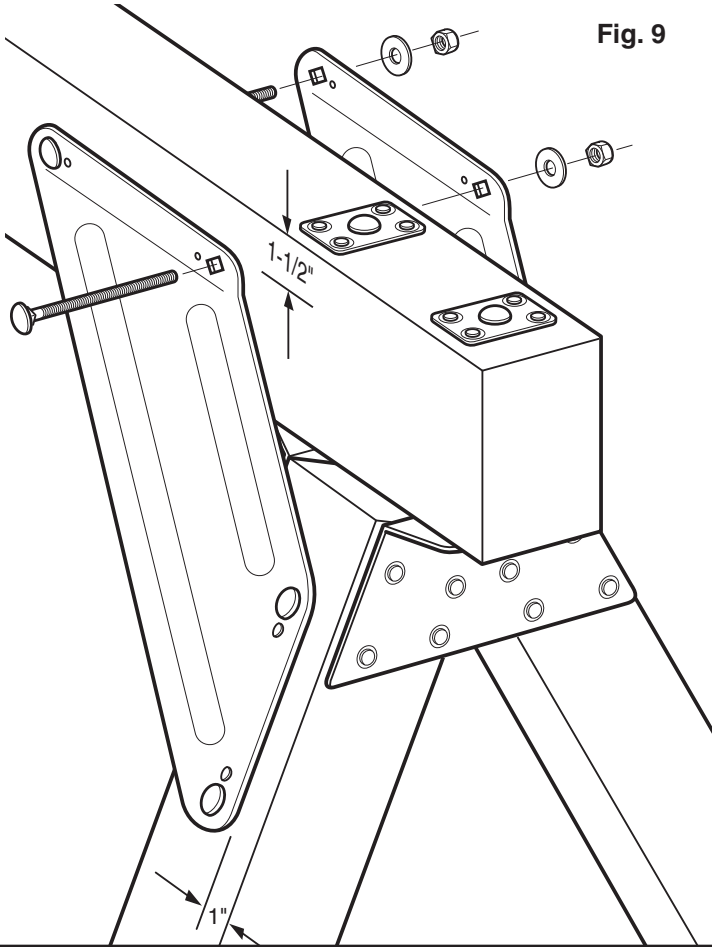

Fig. 9
2. Working with **one** brace at a time, position brace to frame 1-1/2" from the top of the beam and 1" from the side of the leg. Make sure the A-frame is 90° to the beam. Attach the brace to the frame and beam using four 2-1/2" screws. (Fig 9.)
3. Using the attached brace as a guide, drill holes through the beam and A-frame legs. **NOTE:** Drill 90° to the beam to insure proper fit. Secure the brace to the legs using 4-1/2" carriage bolts, washers and loc nuts. Insert two 4-1/2" carriage bolts through the brace and beam. Place opposite brace on the carriage bolts protruding through the beam. Check the brace alignment on the beam and leg and attach using four 2-1/2" screws. Drill remaining holes in the leg and install 4-1/2" carriage bolts, flat washers and loc nuts. Secure bolts of the beam using washers and loc nuts (Fig. 9). Repeat step 3 to attach remaining braces. When frame assembly is complete, **carefully** lift the frame assembly to an upright position.
2. Trabajando con **un** soporte a la vez, posicione el sostén al armazón a una distancia de 1-1/2" en la parte de arriba de la viga y 1" de la parte lateral de la pata. Asegúrese que el armazón "A" esté a 90° de la viga. Sujete el sostén al armazón y viga usando cuatro tornillos de 2-1/2".(Fig 9.)
3. Usando el sostén ya agarrado como guía, perforo huecos a través de la viga y las patas del armazón "A". **NOTE:** Perfore a 90° de la viga para asegurar que quede bien. Asegure el sostén a las patas usando cuatro pernos de carro de 4-1/2", arandelas, y tuercas de traba. Inserte dos pernos de carro de 4-1/2" a través del sostén y la viga. Ponga el sostén opuesto en los pernos de carro que estén saliendo a través de la viga. Chequee el alineamiento del sostén en la viga y pata y sujete usando cuatro tornillos de 2-1/2". Perfore los huecos que queden en la pata e instale pernos de carro de 4-1/2", arandelas planas, y tuercas de traba. Sujete los pernos a la viga usando arandelas y tuercas de traba (Fig. 9). Repita el paso 3 para conjuntar los sostenes que queden. Cuando se haya completado el armazón, **con cuidado** levante el ensamblaje del armazón a la posición vertical.
2. Placer le premier support à la structure à 1 1/2 po du dessus de la poutre et à 1 po de la face extérieure du montant de la structure en A. S'assurer que la structure en A est d'équerre par rapport à la poutre. Fixer le support à la structure en A et à la poutre à l'aide de quatre vis de 2 1/2 po.(Fig 9.)
3. En se servant du support déjà installé comme guide, percer des trous dans la poutre et dans les montants de la structure en A. **NOTA :** Percer les trous à angle droit (90°) par rapport à la poutre pour assurer un bon assemblage. Fixer le support aux montants à l'aide de boulons de carrosserie de 4 1/2 po, de rondelles et d'écrous de blocage. Installer deux boulons de carrosserie de 4 1/2 po dans le support et à travers de la poutre. Placer le support de l'autre côté de la structure en A sur les boulons qui dépassent de la poutre. S'assurer que le support est bien aligné avec la poutre et le montant de la structure en A et y installer des boulons de carrosserie de 4 1/2 po, des rondelles et des écrous de blocage. Fixer les boulons à la poutre avec des rondelles et des écrous de blocage (Fig. 9). Répéter l'étape 3 pour installer les supports qui restent. Lorsque l'assemblage est terminé, soulever **soigneusement** la structure assemblée pour la mettre à la verticale.